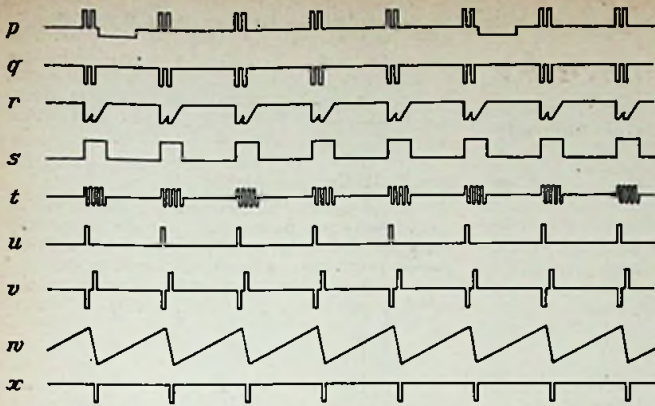

Bild 5. Impulsplan des Empfangsteiles
b) Empfangsteil (Bild 5 und 6).